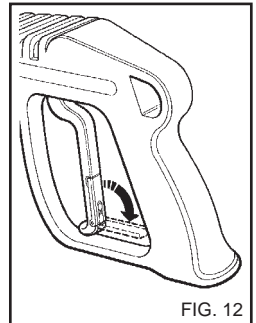

FIG. 12
- Wanneer de hogedrukreiniger niet gebruikt wordt, moet de veiligheidsvoorziening van de handgreep gesloten worden (fig. 12).